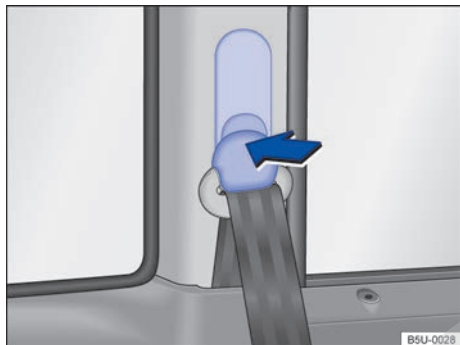

Fig. 14 Al lado de los asientos: regulación de altura del cinturón de seguridad.
- Presione el dispositivo regulador en el sentido de la flecha y manténgalo presionado → fig. 14.